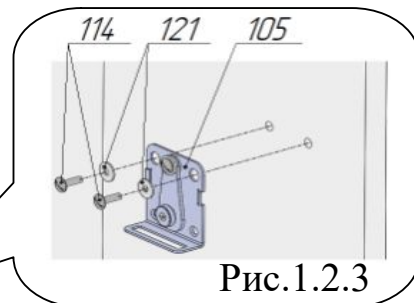
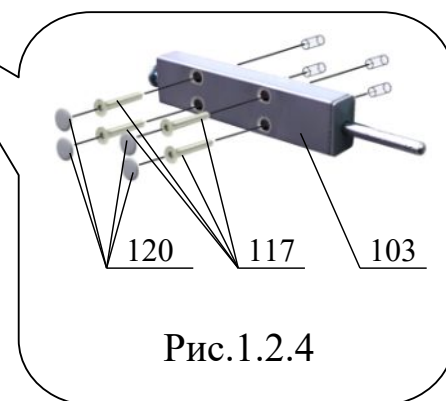
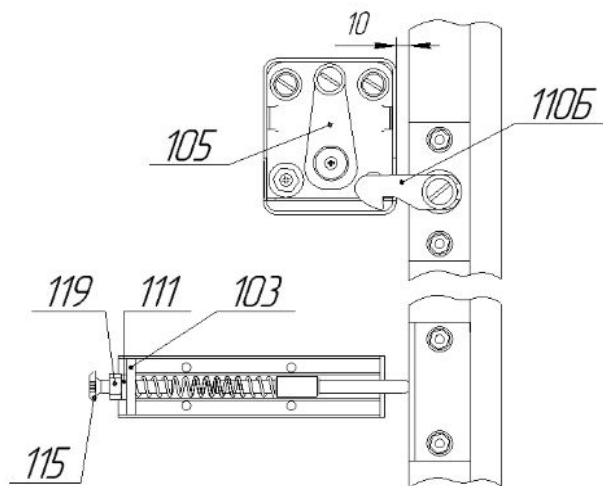

Рис.1.2.3
Рис.1.2.4
Рис.8
ДЕТАЛЯМИ (РИС.1.2.3, 1.2.4). ДАЛЕЕ БУДЕТ ОПИСАНИЕ СБОРКИ С
К панели поз.42 присоединить механизм фиксации поз.105, используя винты поз.114, шайбы поз.121 (рис.1.2.3). Присоединить к панели поз.42 толкатель поз. 103, (рис.1.2.4 и рис.8). Для закрепления к коробу использовать винты поз.117. На головки винтов поз.117 установить заглушки поз.120 (рис.1.2.4).
**!** 9. Отрегулировать упор, установленный по рис.1.2.4. Для этого поднять раму кровати в вертикальное положение. Надавить на раму в области установленного механизма фиксации поз.105. Вращением винта М8х45 поз.115 добиться, чтобы рама кровати не доходила до касания с механизмом фиксации поз.105 (рис.8) 10мм. Придерживая от вращения винт поз.115, затянуть гайку поз.119 до упора так, чтобы шайба поз.111 оказалась прижата к корпусу толкателя поз.103.
Надавить на верхний угол рамы кровати около механизма фиксации поз.105 до зацепления собачки поз.110Б за механизм фиксации поз.105 (рис.8).